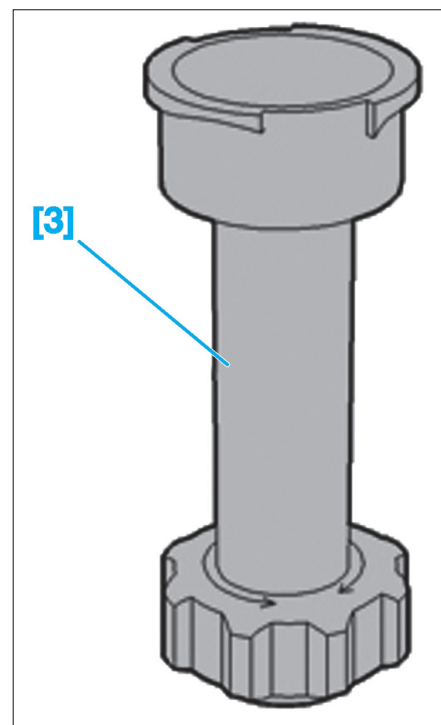

Fig. 19
- [3]. Adaptateur pour cylindre de charge (réf : 4222-T) (Fig.19).